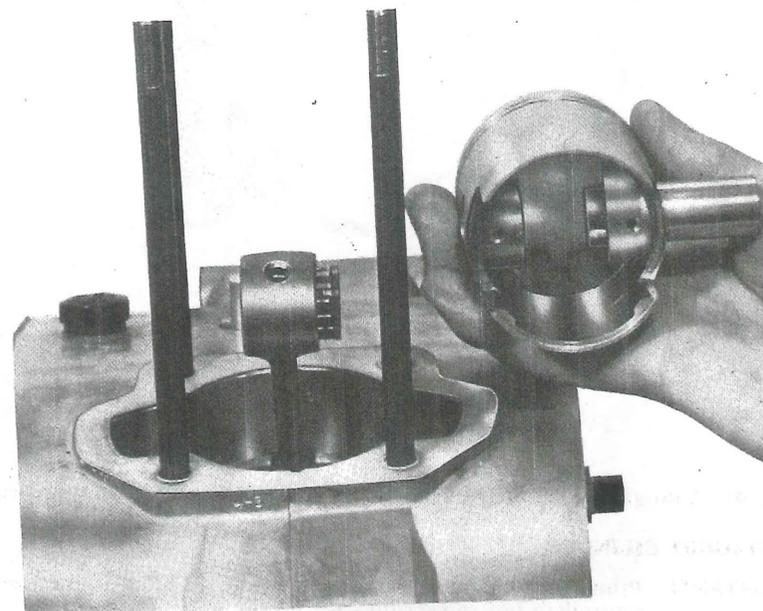
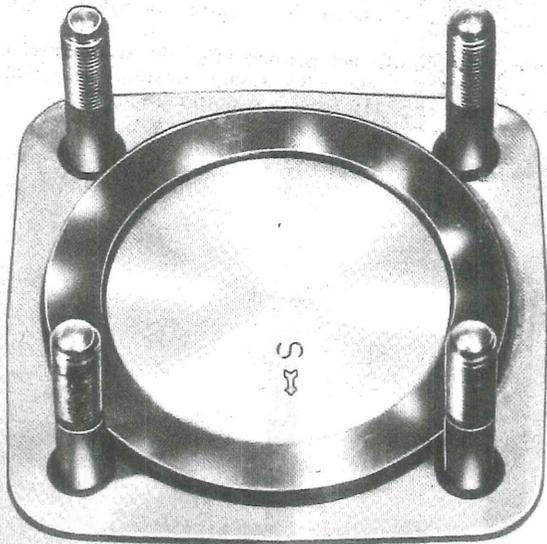

Fig. 43 - Montaggio pistone
Fig. 44 - Lato giusto del pistone montato (S → rivolta verso il tubo scarico)
- Prima di montare lo spinotto nel pistone (fig. 43), assicurarsi che lo stesso sia girato in modo che il segno « S » stampato sulla testa dello stesso, sia rivolto verso lo scarico (fig. 44). Questo è molto importante.